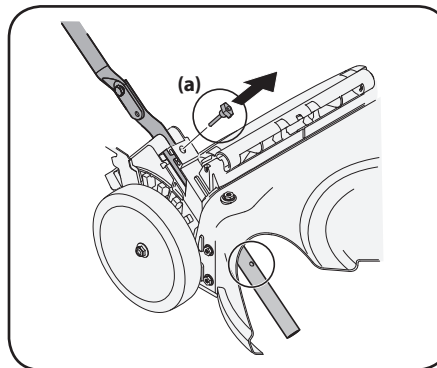
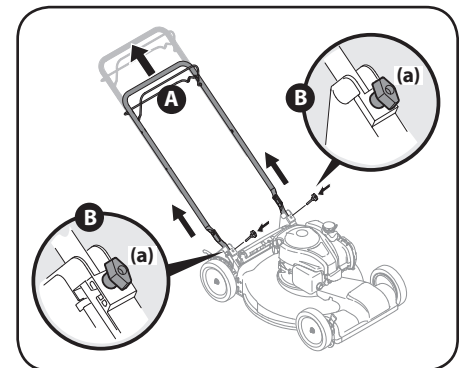

Figure 2-3
Figure 2-4
4. Retirez les boulons à oreilles (a) des supports de la poignée. Voir Figure 2-3.
- a. Tirez la poignée vers le haut jusqu'à ce que les trous de la poignée inférieure (voir Figure 2-3) s'alignent avec les trous des supports de la poignée. Voir Figure 2-4.
- b. Insérez les boulons à oreilles (a) retirés à l'étape 4 dans les supports de la poignée et dans la poignée inférieure. Serrez bien les boulons pour fixer la poignée. Voir Figure 2-4.